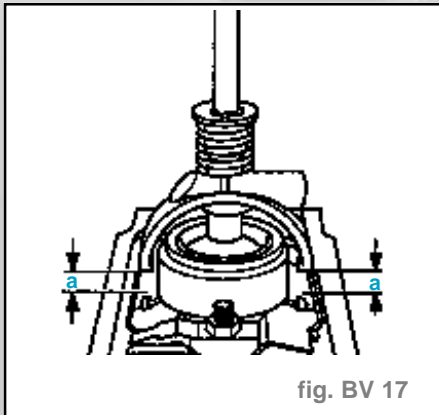

fig. BV 17
- L'écart -a- des deux ergots de la butée sphérique par rapport au boîtier d'articulation doit alors être identique (fig. BV 17).